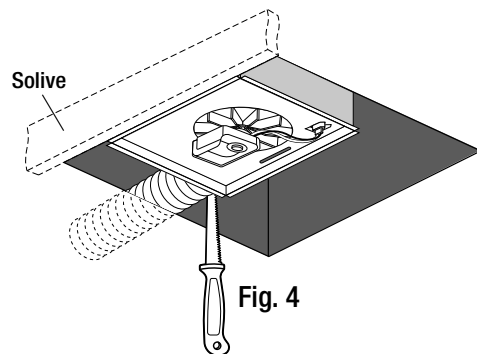

Fig. 4
- Découper la nouvelle ouverture dans le plafond à l'aide d'une scie à cloison sèche. Veiller à ne pas endommager la ventilation existante ou le câblage électrique. Voir la figure 4.